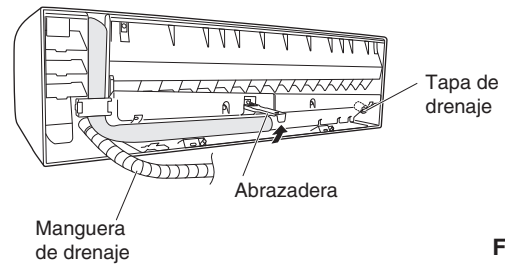

Fig. 3-29
- (a) Cambie la manguera de drenaje y la tapa de drenaje. (Fig. 3-29)
- (b) Extraiga los tornillos fijando la manguera de drenaje al lado derecho y tire de la manguera de drenaje para extraerla. (Fig. 3-29)